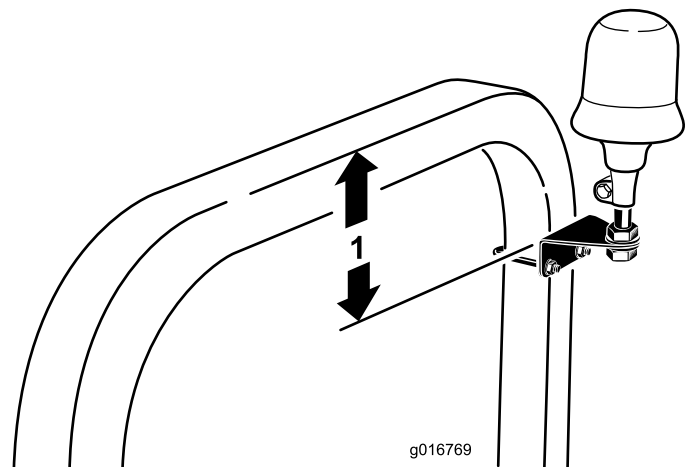

Bild 8
3. Positionieren Sie die Rundumleuchtenhalterung so, dass sie 24 cm von der Oberkante des Überrollschutzes entfernt ist, und ziehen Sie die U-Bügelmuttern an (Bild 8).